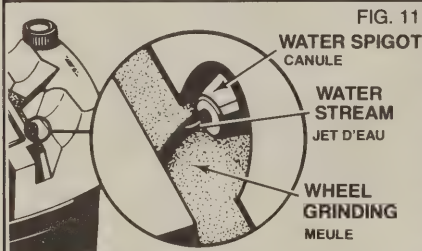

FIG. 11
5. Add water when necessary. Flow from the spigot should be a smooth, steady stream as shown in Fig. 11.
5. Ajoutez de l'eau si nécessaire. Le jet d'eau de la canule doit être uni et constant. Voir Figure 11.